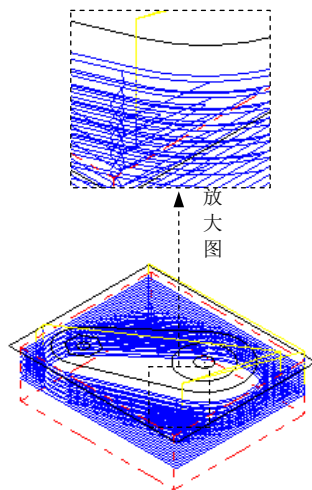

图 9.8.13 刀具路径
Step13. 单击“2D 刀具路径-2D 挖槽”对话框中的 按钮，完成加工参数的设置，此时系统将自动生成图 9.8.13 所示的刀具路径。